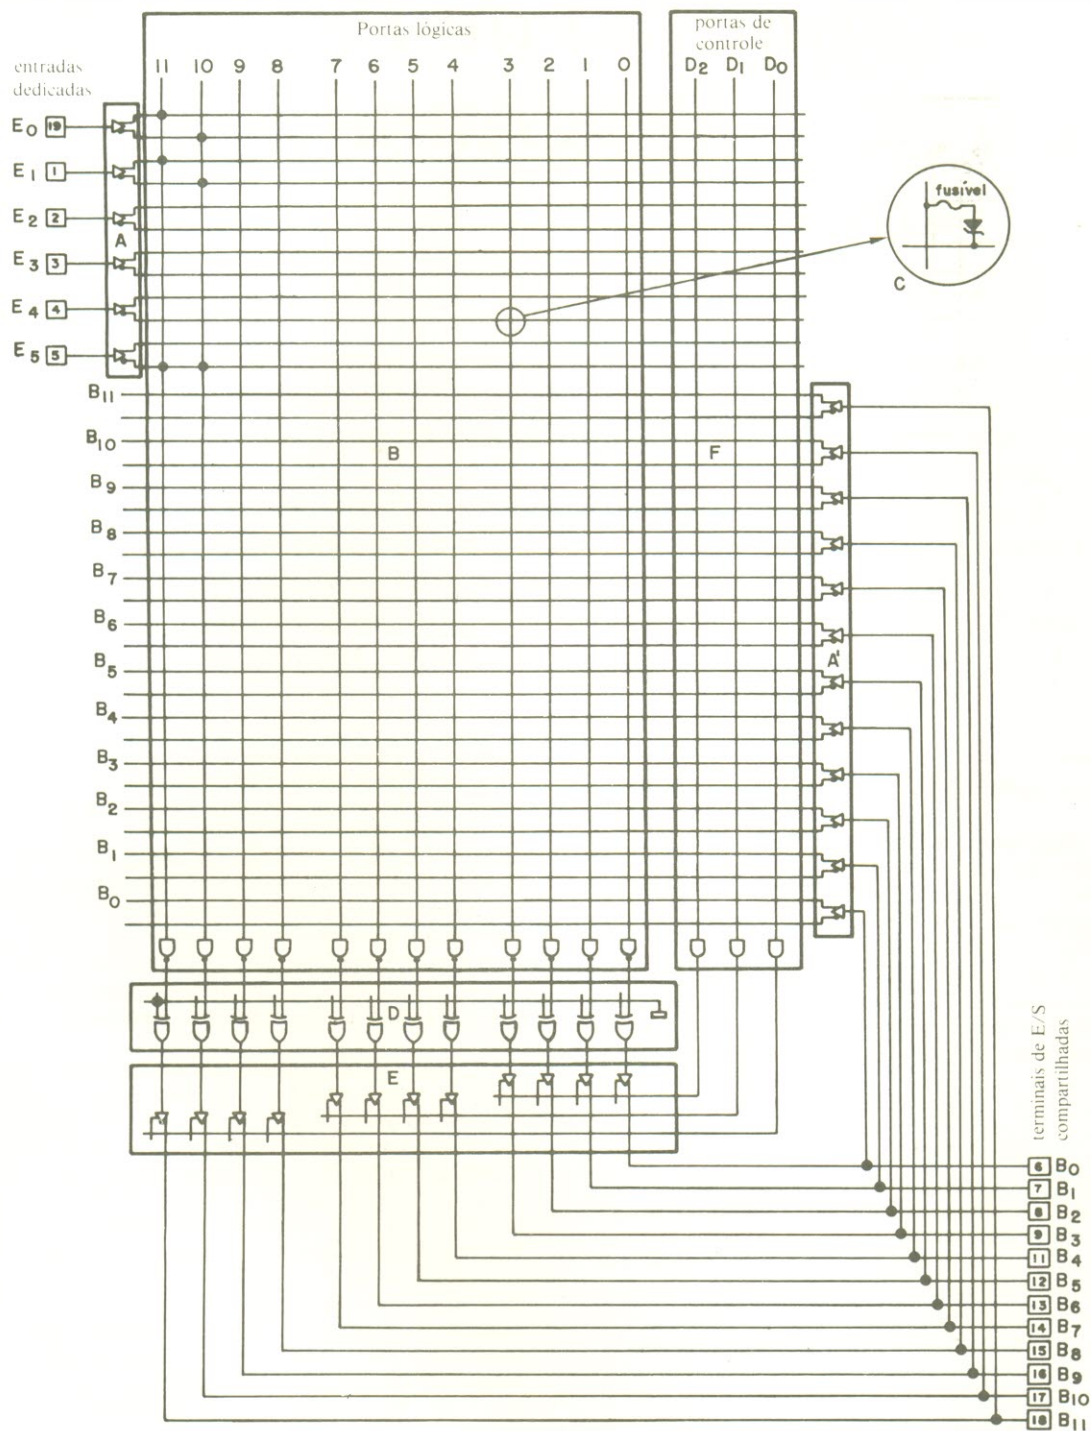

Figura 1: Arranjo de portas programável pelo usuário
A figura 1 mostra a configuração interna do dispositivo lógico mais simples da família dos arranjos programáveis pelo usuário. Fisicamente, ele é composto por 18 entradas (A e A'), uma matriz 18×12 de fatores lógicos (B), acompanhada de uma série de 12 portas NE, um arranjo de portas OU-exclusivo (D), 12 acopladores programáveis de saída de três estados (E) e uma matriz de controle, programável através de elos fusíveis (F).